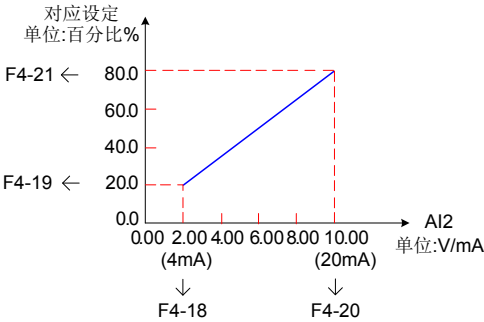

图 9-13 AI 曲线 2 设定
- 曲线 2 与曲线 3 的设置方法，与曲线 1 的设置方法相同。曲线 2 的相关参数为 F4-18~F4-21，曲线 3 的相关参数为 F4-23~F4-26。如图 9-13 所示对应 AI 曲线 2 的设定。